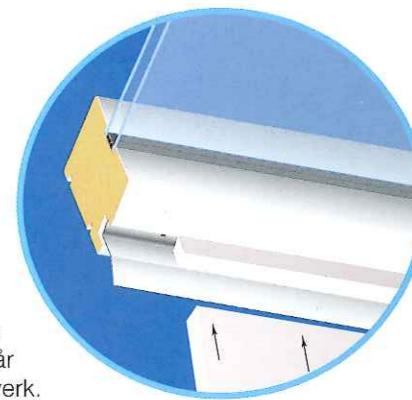

Fig. 12
P.g.a. isolering går beslaget (TT2) først rett ut og bøyes i vater eller lodd. Her festes først en gipsplate på ca. 40 mm, (fig. 12), før resten av platen festes ytterst på profilen.